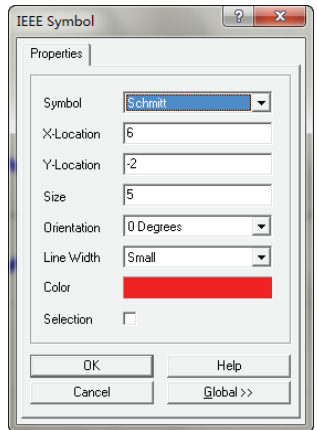
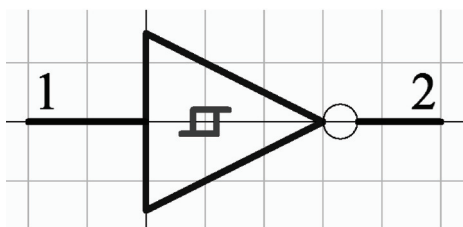

图 3-78 “IEEE Symbol” 对话框
图 3-79 放置施密特触发器符号的图形
7) 放置 IEEE 符号，即施密特触发器符号 。选择“Place”→“IEEE Symbols”→“Schmitt”命令，然后将施密特触发器符号放置在三角形内部。双击放置的施密特触发器符号，设置其位置、大小和线型，如图 3-78 所示。放置施密特触发器符号后的图形如图 3-79 所示。
如果不选中如图 3-61 所示的“Hidden Pins”复选框，就会隐藏所有隐藏属性引脚和名称，则显示的图形和图 3-79 一样。